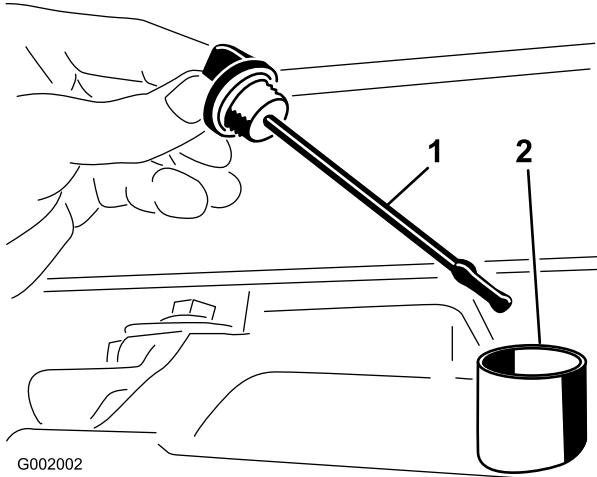

Figura 61
2. Retire a vareta da transmissão e limpe-a com um pano limpo (Figura 61).